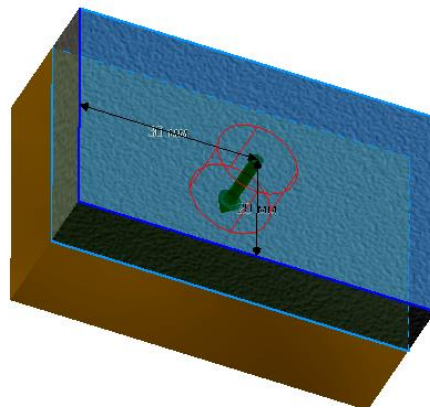

Рис. 3.78. Размещение центра соединения болтом
5. Выберите первое ребро для позиционирования точки центра болтового соединения и установите расстояние 20 мм, а затем повторите процедуру, выбрав другое ребро, и задайте расстояние 30 мм (рис. 3.78). Центр отверстия под болт разместится точно в центре пластины.